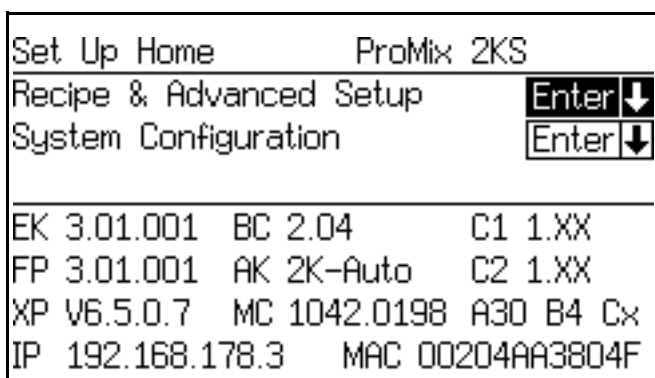

FIG. 106 Schermata Set Up Home (Impostazione)
1. Nella EasyKey premere il tasto di impostazione  per accedere alla schermata iniziale di impostazione. Selezionare "System Configuration" (Configurazione del sistema) per accedere alle schermate di configurazione. FIG. 106.